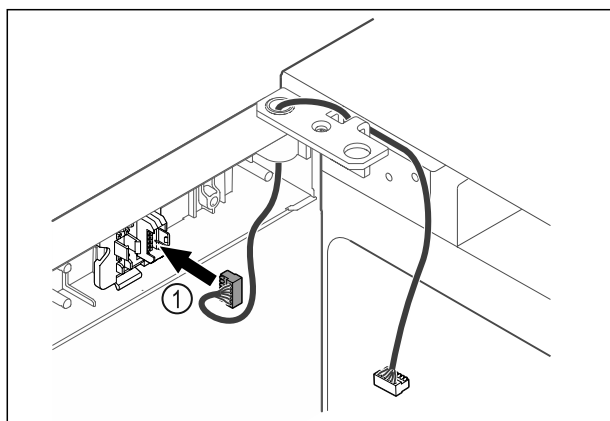

Fig. 49
- ▶ Utakните utikač Fig. 49 (1) u držač utikača.